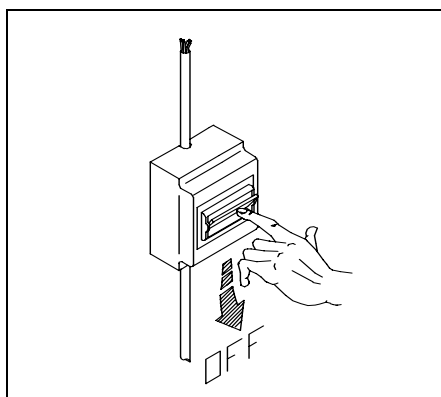

Fig. 5-1
N.B.: Prima di qualsiasi intervento tecnico, scollegare l'apparecchio dalla rete elettrica. (fig. 5-1)
N.B.: Before any technical service, disconnect the machine from the mains. (fig. 5-1)
N.B.: Vor jedem Kundendienst die machine vom stromnetz ausschalten. (fig. 5-1)
N.B.: Avant de toute intervention, débrancher l'appareil de l'électricité. (fig. 5-1)
N.B.: Desconecte siempre el aparato de la red antes de cualquier operación de arreglo. (fig. 5-1)
N.B.: Antes de qualquer intervento tecnico, desligar a máquina da rede eléctrica. (fig. 5-1)
N.B.: Alvorens technische ingrepen aan het apparaat uit te voeren moet het apparaat van het elektriciteitsnetafgekoppeld worden. (Afb. 5-1)